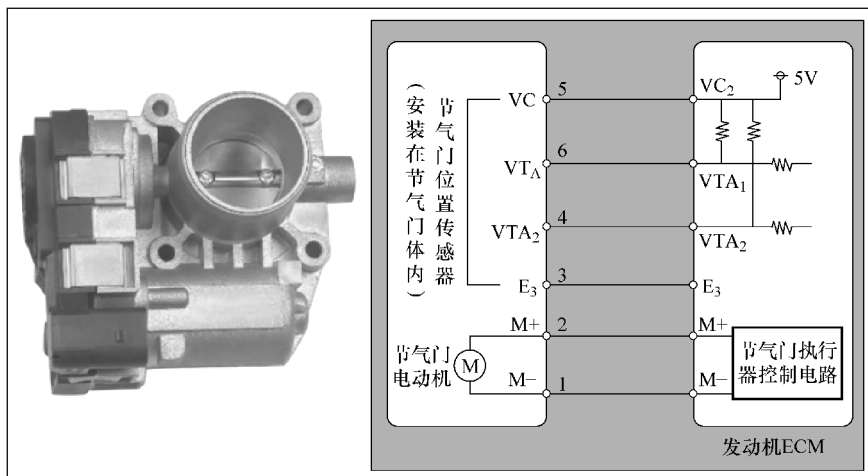

图 10-8 电子节气门总成及电路连接图
(2) 电子节气门怠速提升装置 电子节气门总成由节气门、节气门电动机（直流电动机）和节气门位置传感器等构成。电子节气门总成是电子节气门控制系统（ETC）的一个关键部件，它一方面执行来自电子控制器的指令调节节气门开度以控制进气量，同时可以输出反映节气门位置的信号，供系统监控节气门的实际开度。电子节气门总成及电路如图 10-8 所示。